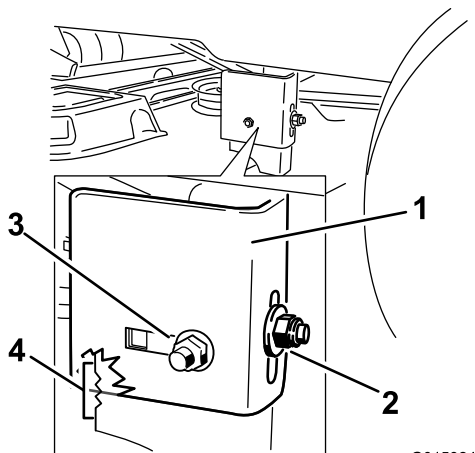
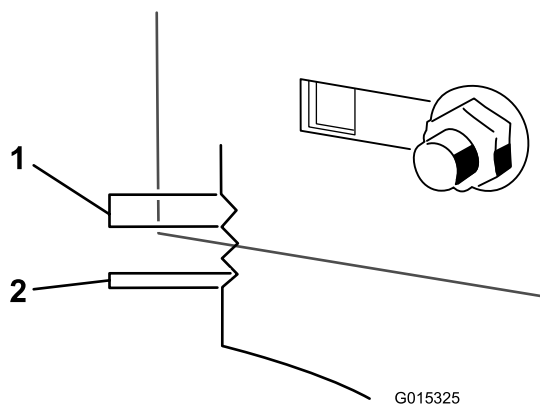

Figura 54
Figura 55
9. Afloje la tuerca de bloqueo trasera de la pletina de suspensión (Figura 54).
10. Afloje la tuerca de bloqueo lateral de la pletina de suspensión lo suficiente para permitir ajustar la barra (Figura 54). Utilice las muescas del soporte soldado para medir la cantidad de ajuste. Cada muesca completa equivale a 6 mm y un solo lado equivale a 3,2 mm (Figura 55). Ajuste la carcasa de corte a la altura deseada.
11. Cuando la carcasa esté en la posición deseada, apriete la tuerca de bloqueo lateral de la pletina de suspensión para fijar la posición nueva (Figura 54). Apriete la tuerca de bloqueo trasera de la pletina de suspensión.